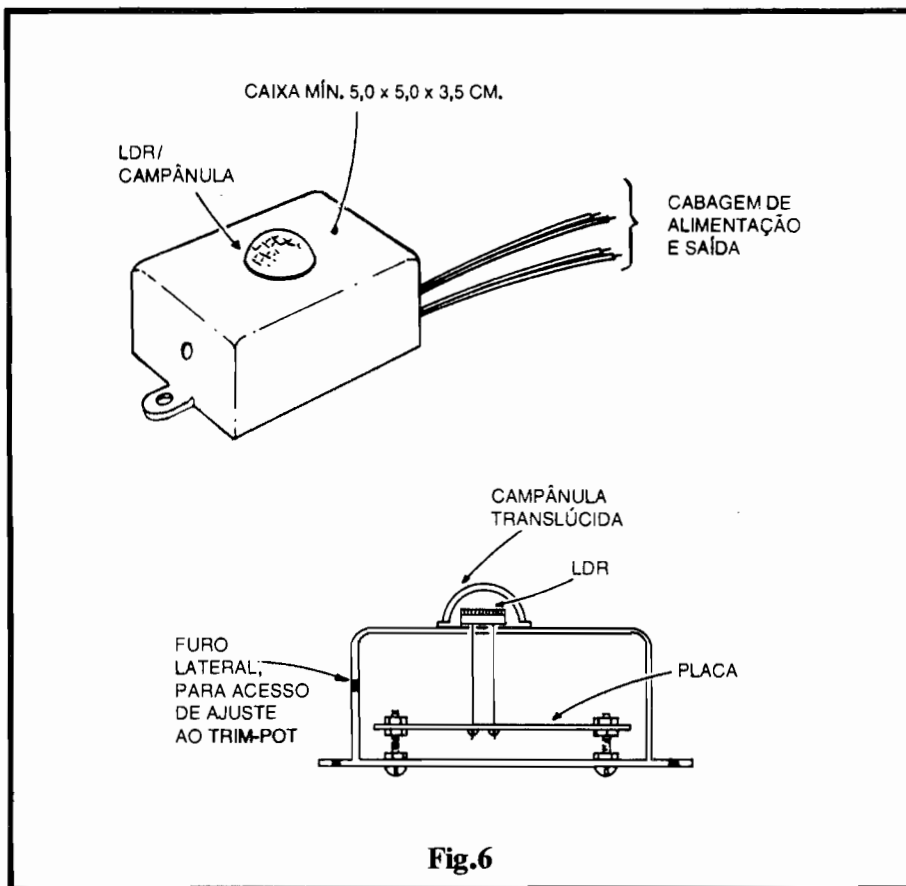

Fig. 6
- **FIG. 6 - A CAIXA, O ACABAMENTO...** - Se o Leitor/Hobbysta usar um **container** nas dimensões sugeridas em OPCIONAIS/DIVERSOS da LISTA DE PEÇAS, a "coisa" poderá ficar, após terminada, com a aparência profissional e elegante mostrada na figura... Observar a importância de se fixar a placa, dentro da